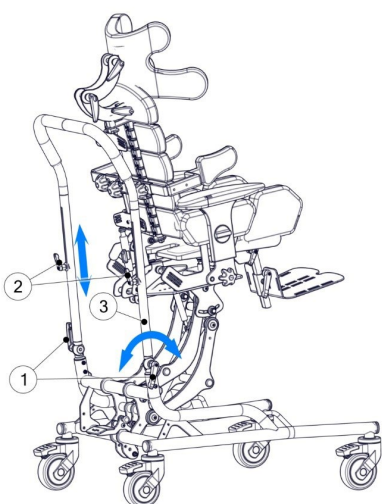

рис. 14
Чтобы наклонить угол регулируемой нажимной ручки (3), осторожно отсоедините оба рычага (1), расположенные с обеих сторон ручки, установите нужный угол и затяните оба рычага. Чтобы установить высоту ручки (3), осторожно ослабьте оба рычага (2), затем установите необходимую высоту ручки и затяните их. (рис. 14)